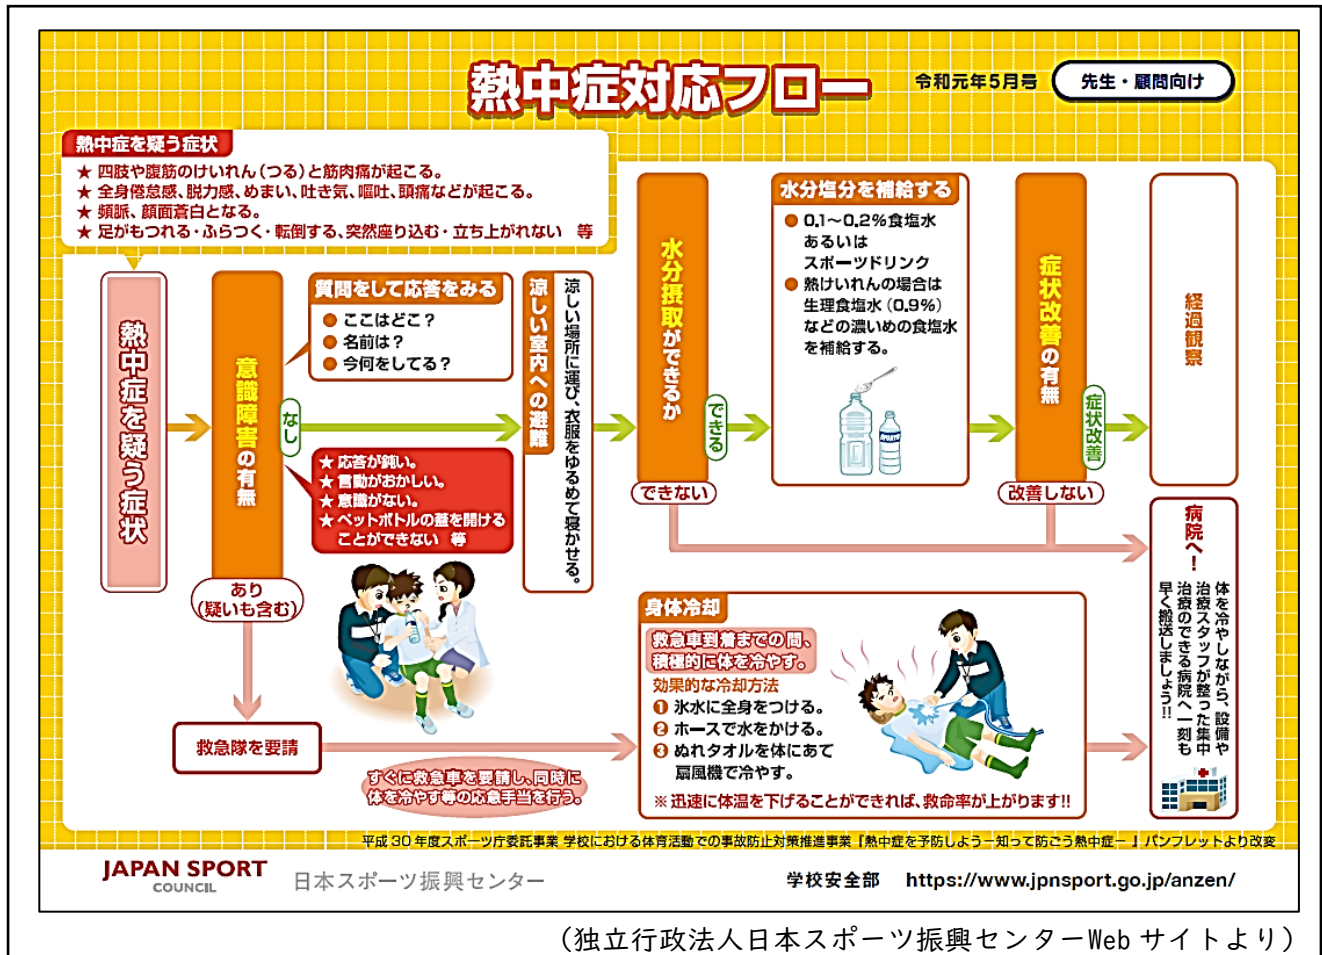

図3 熱中症対応フロー
- 具合が悪くなった生徒が出た場合、すぐに必要な処置をします（図3）。